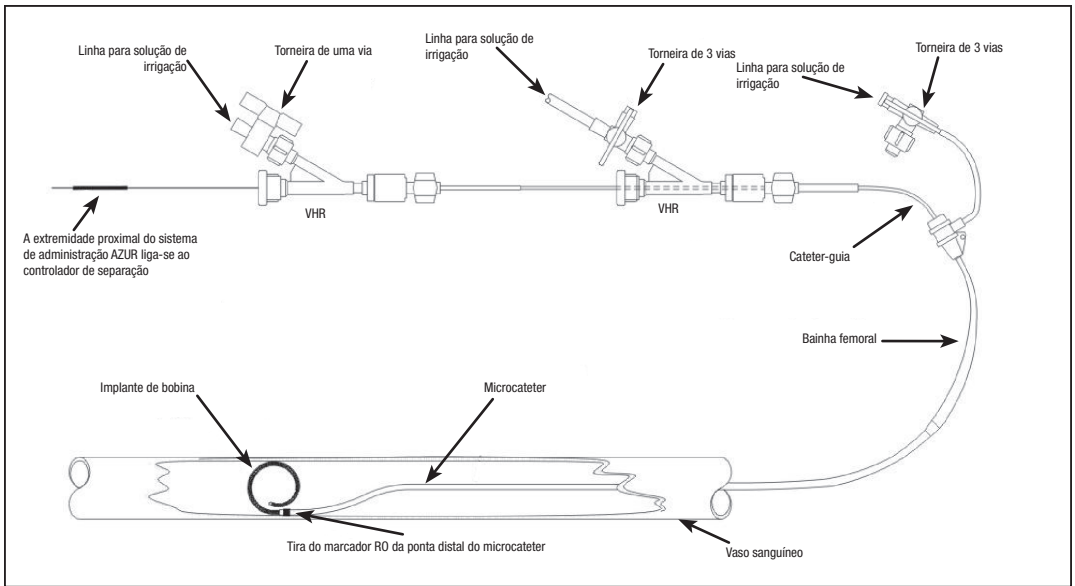

Figura 1 – Diagrama de configuração do sistema AZUR
1. Consulte na Figura 1 o diagrama de configuração.